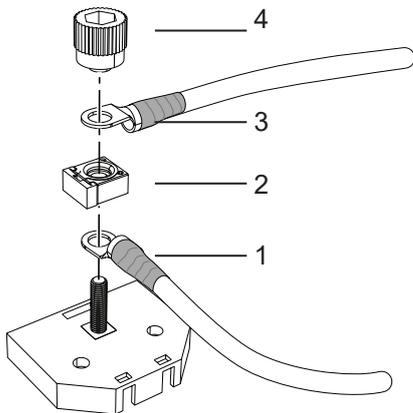
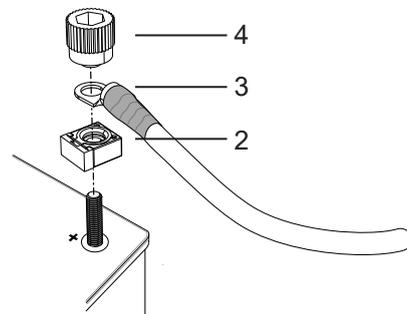

Figura 54. Conexión a la caja de fusibles
Figura 55. Conexión al terminal positivo de la batería
3. Cuando utilice la caja de fusibles, conectar el cable (1) al terminal positivo de la batería y a la caja de fusibles y colocar el fusible (2) en la parte superior, véase Figura 54.
4. Cuando se conecte directamente al terminal positivo de la batería, colocar el fusible (2) en el terminal positivo, véase Figura 55.
5. Conectar el cable de alimentación principal (3) a la caja de fusibles/al terminal positivo, véase Figura 54 - Figura 55.
6. Apretar las conexiones de cables y el fusible con la perilla (4). Los cables se colocan a 90° o 180° entre sí. El fusible se monta con el ángulo correcto orientado hacia los cables, véase Figura 54 - Figura 55.